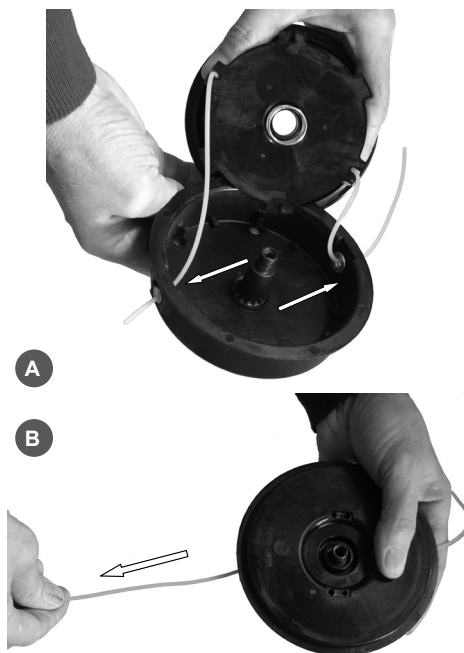

Рис. 18
4. Установите катушку в корпус (Рис.18А). Освободите концы корда, потянув за концы от центра, при этом нажимая вниз на катушку (Рис.18В).